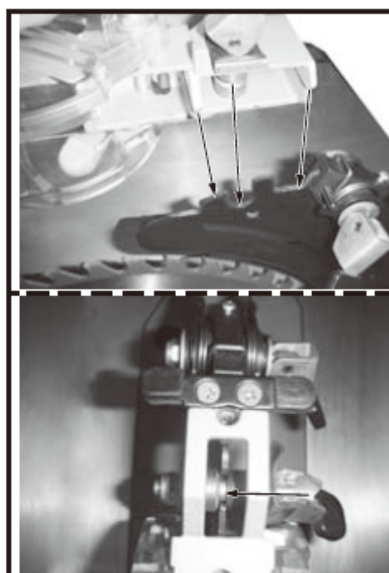

Рис. 19
- Установите ограждение пильного диска на расклинивающий нож, как показано на Рис. 19, штифт на основании ограждения должен попасть в паз на расклинивающем ноже, как показано на Рис. 19.